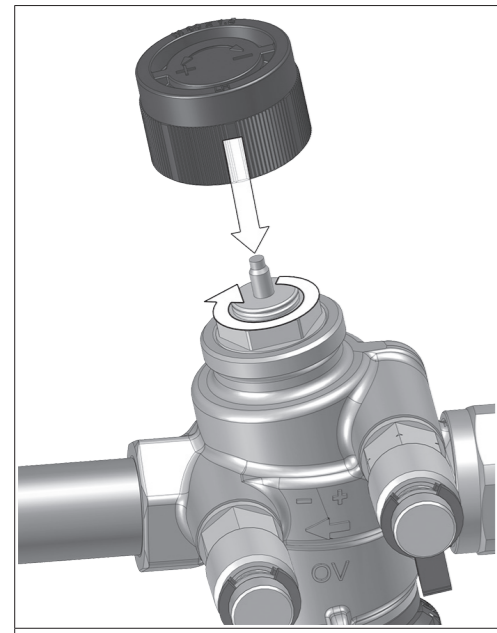

Abb. 8: Absperren
1. Sperren Sie das Ventil z.B. mit der Bauschutzkappe ab (siehe Abb. 8).
Schrauben Sie die mitgelieferte Bauschutzkappe auf den M30 x 1,5-Gewindeanschluss auf (siehe Abb. 8).